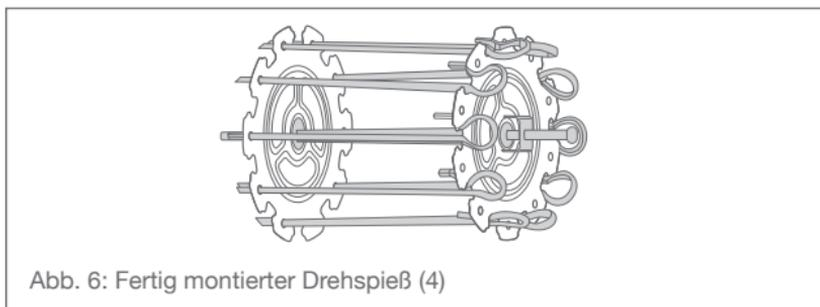

Abb. 6: Fertig montierter Drehspieß (4)
- Der Drehspieß ist nun fertig montiert – siehe Abb. 6.